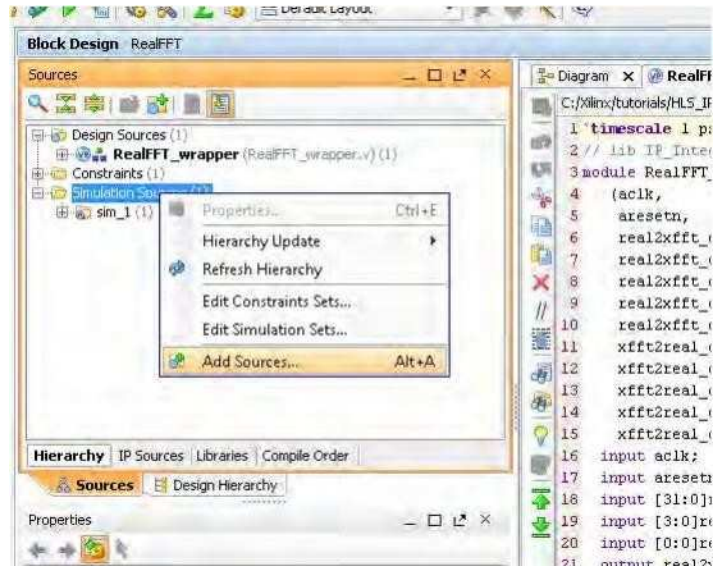

图 9-24: 添加模拟源
- a. 在“项目管理器”窗格的“源”选项卡中（图 9-24），右键单击 *RealFFT.bd*，然后选择“生成输出产品”。
1. 在 Project Manager 窗格的 Sources 选项卡中右键单击 *Simulation Sources* (图 9-24)。